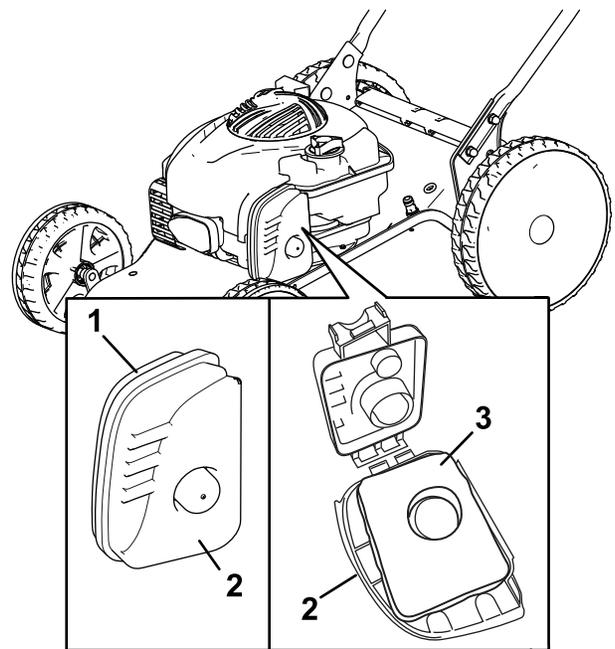

Figura 23
1. Sbloccate la parte superiore del coperchio del filtro dell'aria (Figura 23).
2. Rimuovete il coperchio del filtro dell'aria (Figura 23).